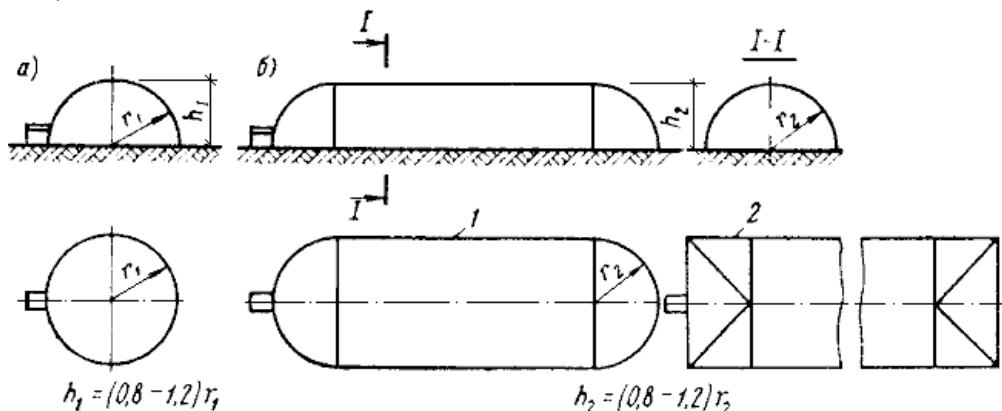

Рис. 1. Схемы оболочек ВПС
где <pict=1> указывает на рисунок 1.bmp в соответствующей папке из каталога Drawings
3.1. Оболочки ВПС проектируются сферическими и цилиндрическими. Цилиндрические оболочки могут быть со сферическими или цилиндрическими торцами (рис.1).